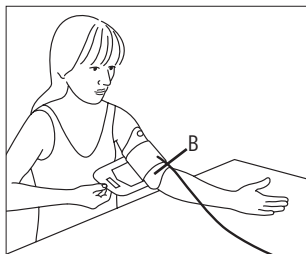

Fig. 2
- La découpe B (voir fig. 2) du brassard, en face de la languette de préhension, doit se trouver dans le pli du coude. La tubulure doit se trouver dans le pli du coude et être orientée vers la main.